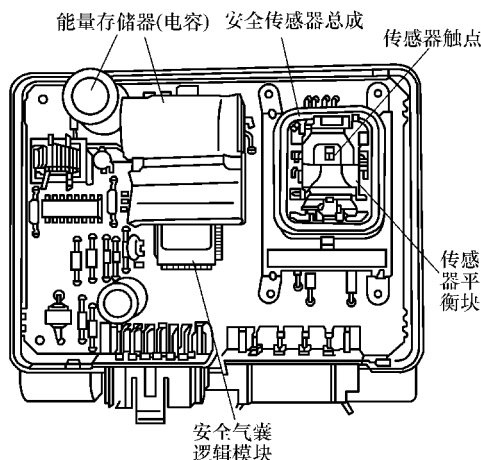

图 9-9 安全气囊系统电脑结构
(1) 安全气囊系统电脑结构 安全气囊系统电脑内部主要由安全气囊逻辑模块、能量储存装置（电容）、插接器等组成，如图 9-9 所示。